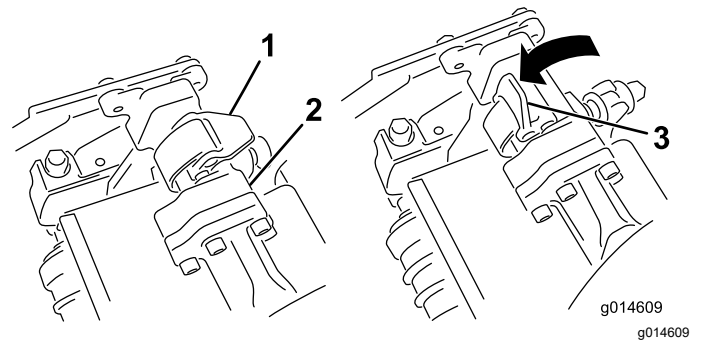
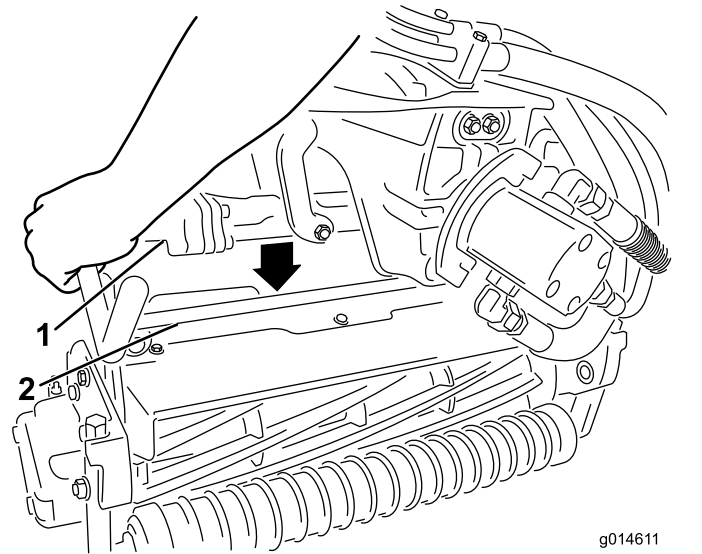

Figura 47
Figura 48
4. Presione los enganches hacia abajo alrededor de la barra de la unidad de corte y bloquéelas (Figura 47).
3. Con los enganches del brazo de suspensión orientados hacia arriba (es decir, abiertos) (Figura 47), empuje hacia abajo el brazo de suspensión de modo que la barra encaje en la barra situada en la parte superior de la unidad de corte (Figura 48).
- Abra los enganches de la barra del brazo de suspensión de la unidad de corte que está retirando (Figura 47).